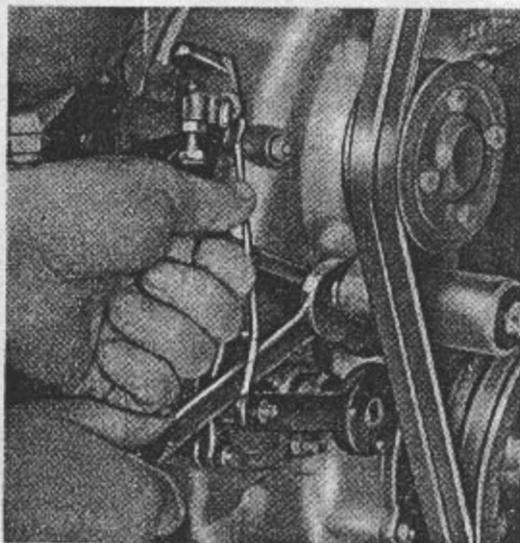

Bild 33. Einstellen der Spannrollenvorrichtung
- Danach wird die Achse mit Hilfe eines Maulschlüssels SW 7 um 120° nach links vorgespannt und die Befestigungsmutter festgezogen (Bild 33).